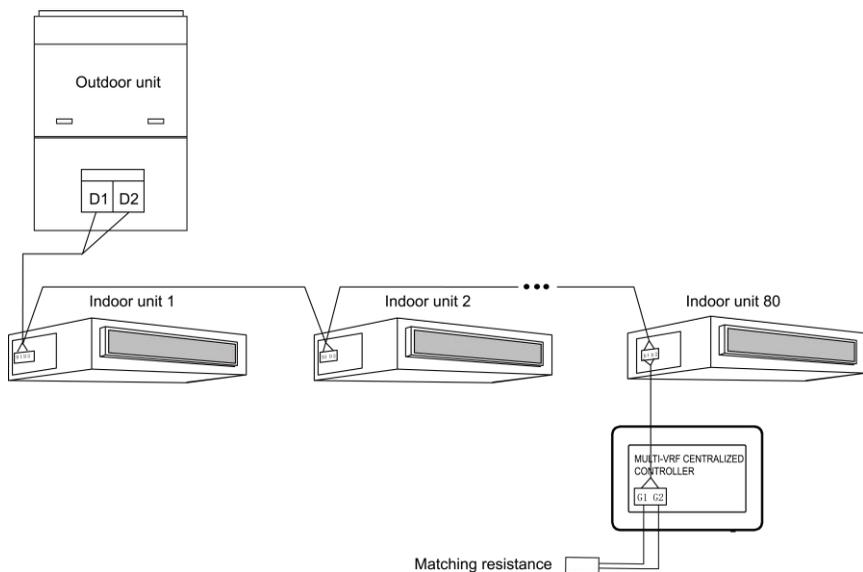

Рис.1.4 Централізований контролер, підключений до внутрішньої мережі
b. Якщо централізований контролер підключається до мережі внутрішніх блоків, то підключіть його згідно з рис.1.4. Контролер можна з'єднати з будь-яким внутрішнім блоком послідовно, тобто з'єднати порти G1 і G2 контролера з портами D1 і D2 відповідно за допомогою кабелів зв'язку. Коли контролер підключено до терміналу внутрішньої мережі, потрібно додати відповідний опір за допомогою кабелів зв'язку на портах G1 і G2.